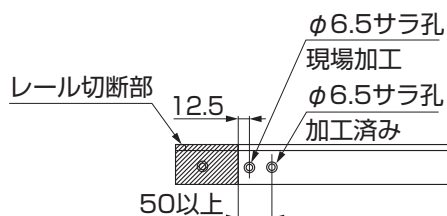

図10-10
- ④ レール切断部から加工済みの孔まで50mm以上の場合は、図を参照して、孔を追加加工してください。(図10-10、図10-11参照)
(5) サイドレール幅寸法